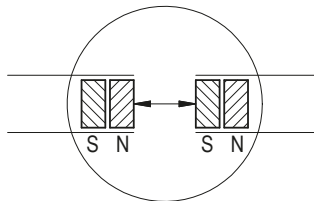

Abb. 9: Ermittlung der Polarität. Ansetzen des Magnetbandes
6. Vor dem Ansetzen die Polarität überprüfen. Die beiden Enden müssen sich anziehen (gegebenenfalls Kompaßnadel benutzen). Falls gleiche Polarität, ein Band um einen halben Polabstand kürzen (siehe **Abb. 9**).